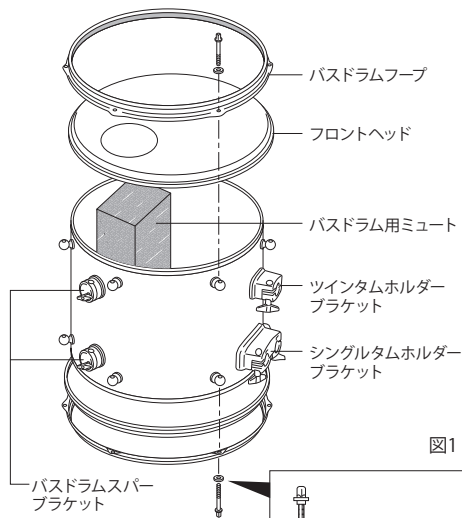

図1
1. バスドラムのフロント側（ダブルタムホルダー・ブラケットの方）を上にしてシェルを床に置き、ホールカットされた（穴の開いた）ヘッド (B) をかぶせ、バスドラム・フープ (C) をのせます (図1)。
3. バスドラムの打面側を上にして、バスドラム用ミュート (D) を入れ、フロント側と同様、ヘッド、フープを取り付け、テンションボルトをフープを通してラグのラグナットにネジ込みます (図1)。